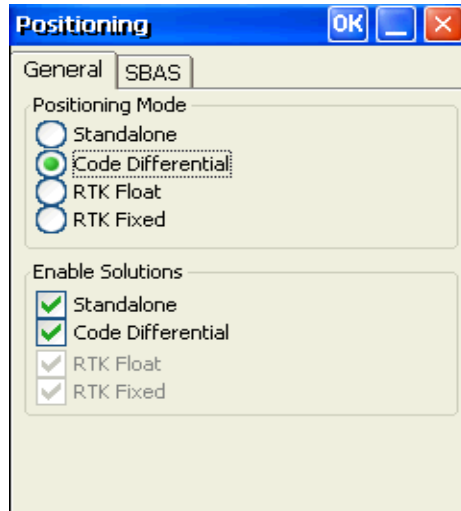

Рис. 3-16. Настройка ровера
12. Для настройки ровера нажмите значок **Positioning**, задайте следующие параметры и нажмите **OK** (Рис. 3-16 на стр. 3-17).